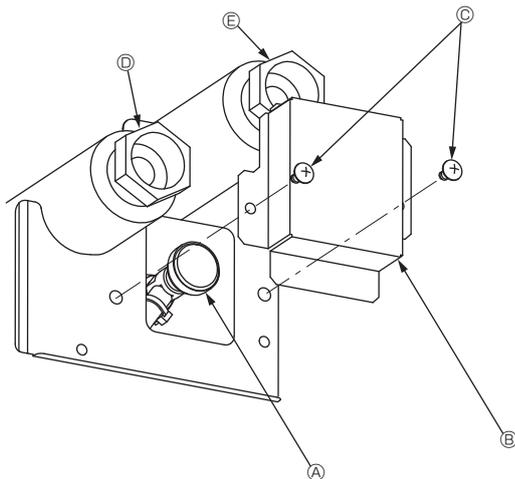

Fig. 7-1
7.2.2. Das Entlüftungsventil der Innenanlage (Fig. 7-1)
- ① Die Abdeckung des Entlüftungsventils entfernen.
- ② Den Knopf am Entlüftungsventil drehen, um Luft abzulassen.
- ④ Entlüftungsventil
- ⑥ Abdeckung des Entlüftungsventils (Anzugsdrehmoment: 1,3 ± 0,3 N·m)
- ③ Schraube
- ⑤ Auslass
- ⑦ Einlass